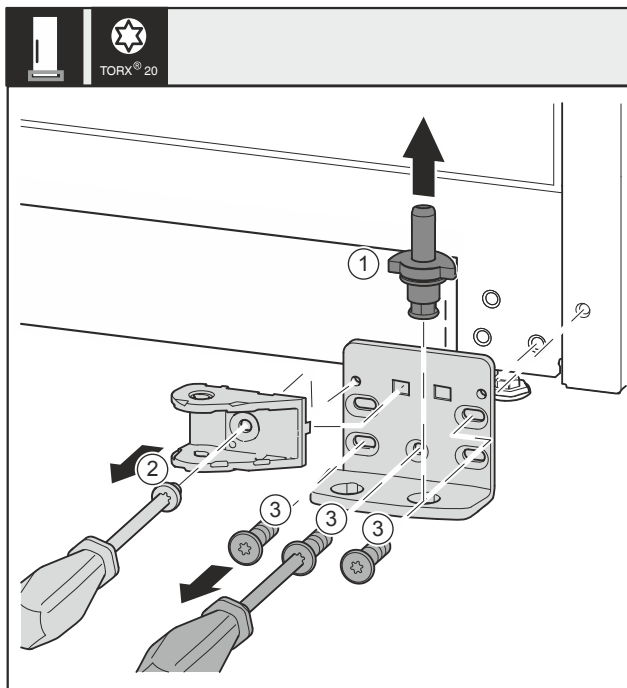

Fig. 33 *
- Extraiga el perno del cojinete Fig. 33 (1) por completo hacia arriba.*
- Desatornille el tornillo Fig. 33 (2) con un destornillador y retire la conexión del amortiguador de cierre.*
- Desatornille los tornillos Fig. 33 (3) con un destornillador y retire el soporte del cojinete.*